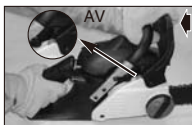

Fig. 6A
1. KEDJEBROMSEN är FRÅNKOPPLAD (kedjan kan flyttas) när BROMSSPAKEN DRAS TILLBAKA OCH LÄSES. Var säker på att kedjebromsens spärr är i läget AV. (Fig. 6A)